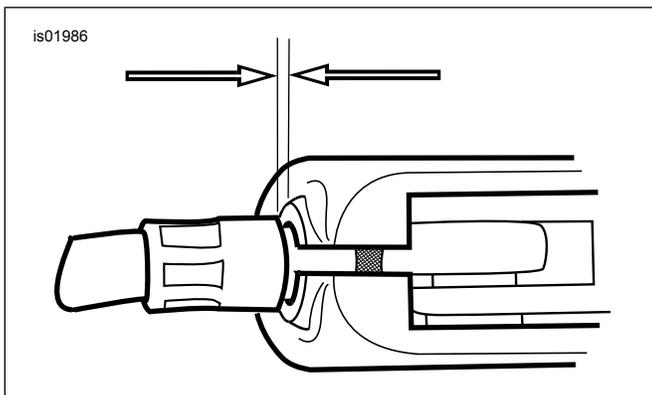

Figura 2. Corsa a vuoto del cavo della frizione di 1,6-3,2 mm (1/16-1/8 in)
- e. Vedere Figura 2. Girare il registro del cavo allontanandolo dal controdado sino ad eliminare il gioco in corrispondenza della leva. Tirare la boccola del cavo della frizione via dalla staffa della leva della frizione per controllare la corsa a vuoto. Girare il registro del cavo quanto basta ad ottenere una corsa a vuoto di 1,6-3,2 mm (1/16-1/8 in) tra l'estremo della boccola del cavo e la staffa della leva della frizione.